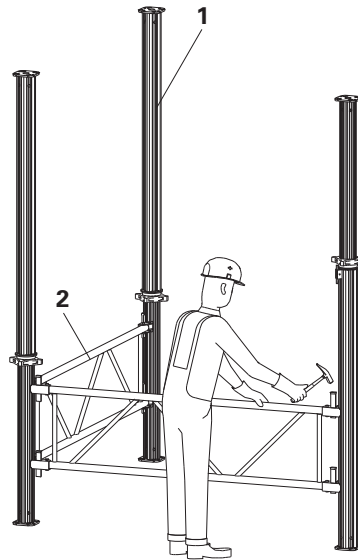

Fig. 4
Fijar los bastidores MRK (2) siempre de tal modo a los puntales (1), que la cuña pueda golpearse de arriba hacia abajo. (Fig. 4)